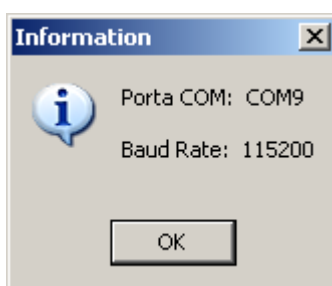

Fig. 50: Reconocimiento correcto del instrumento
9. Un mensaje como el de la Fig. 50 indica el correcto reconocimiento con el PC